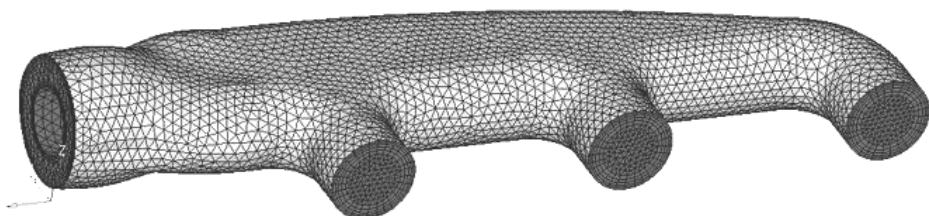

图 5-167 选择了所有该归并到 wall_exterior 组件中的单元
- (11) 用 Organize 面板组织安排组件。选择 BCs > Organize。
- (12) 设置 dest component 为 wall_exterior，然后选择 ^faces 组件中一个在外壁面的单元。
- (13) 单击 elems 按钮并选择 by face。
- (14) 选择了所有该归并到 wall_exterior 组件中的单元后，单击 move 按钮，结果如图 5-167 所示。